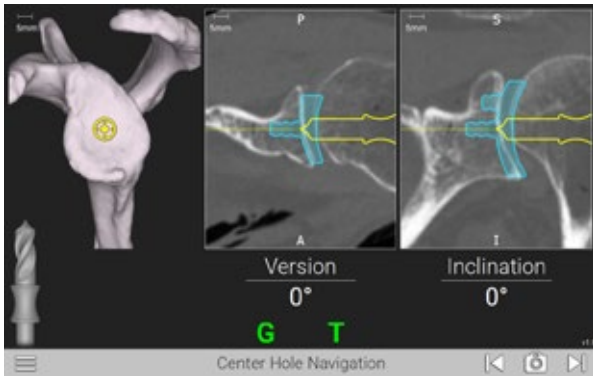

Figura 37a
- Per facilitare il posizionamento della punta, l'estremità della punta perforatrice è indicata da un punto giallo (Figura 37a e 37b).
- La posizione pianificata è indicata da un punto blu (Figura 37a).